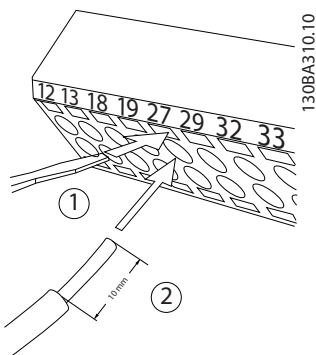

图 2.17 连接控制线缆
1. 将一把小螺丝刀插入触点上方或下方的槽中,从而打开触点,如图 2.17 所示。